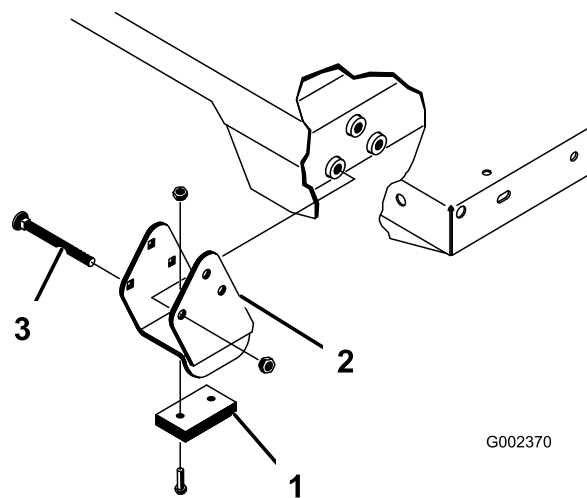

図 32
- 荷台を慎重に車両フレームの上に乗せる 後部にある荷台のピボットプレートの穴とリアフレームチャンネル鋼材の穴を揃えて、クレビスピンとリンチピン各2個を取り付ける **図 32**。
- クレビスピンは荷台の外側から差し込み、リンチピンが荷台の外側に向くようにする **図 32**。
スペーサブラケットとウェアブロック **図 32**はキャリッジボルトで固定しますが、このボルトは必ず頭を車両の内側に向けてください。